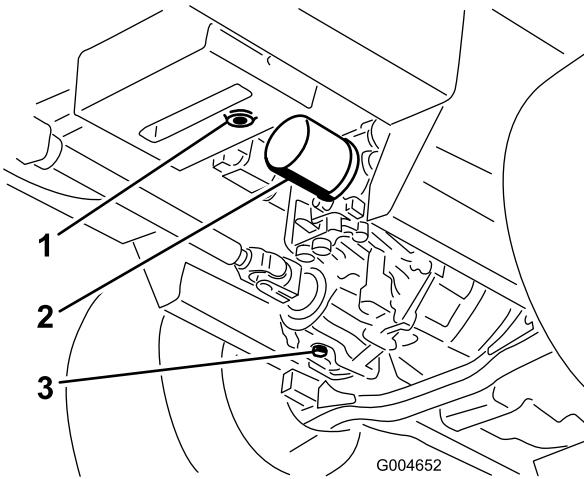

Bild 67
3. Stellen Sie eine große Wanne unter den Hydraulikbehälter und das Getriebe und nehmen Sie die Schrauben ab. Lassen Sie die Hydraulikflüssigkeit ablaufen (Bild 67).
4. Reinigen Sie den Bereich um den Hydraulikölfilter und nehmen Sie den Filter ab (Bild 67).